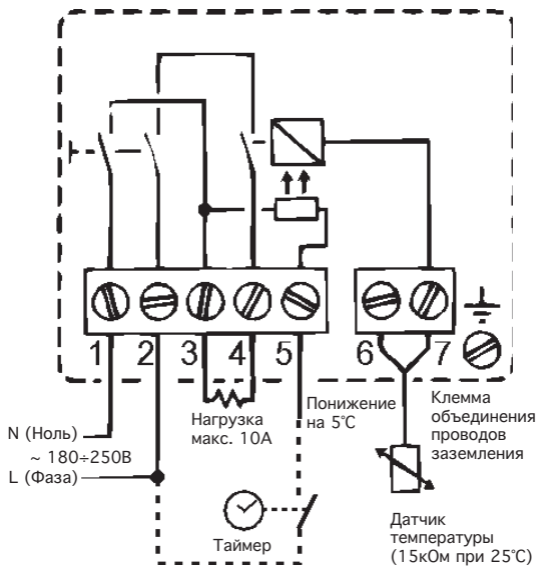

Рис. 3.
5. Подключите провода согласно монтажной электрической схеме (рис.3).